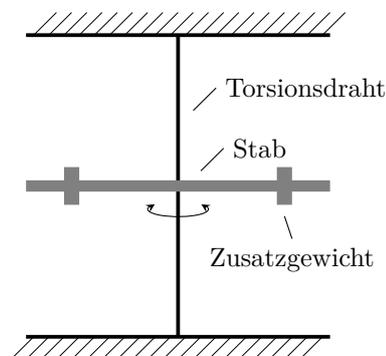

Abbildung 2: Stab mit Zusatzmassen an einem Torsionsdraht
$M = -mgs \sin \varphi \approx mgs\varphi$ . Die Winkelrichtgröße ist also  $mgs$ , so dass mit (5)  $J_A$  bestimmt werden kann. Befestigt man den Probekörper an einem Torsionsdraht (Abb. 2) mit dem Schubmodul  $G$  und der Länge  $l$ , verursacht dessen Verdrehung ein rücktreibendes Drehmoment